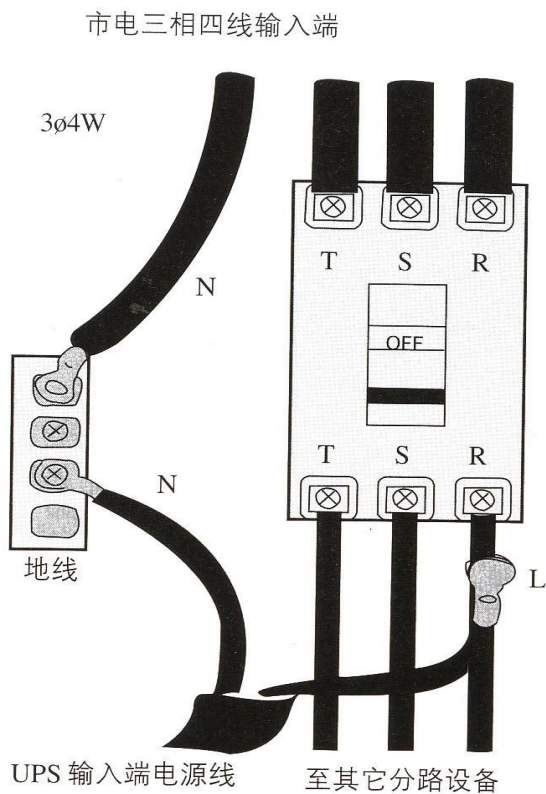

图 3.4
14. 接线至配电盘时. 请避免和其它设备共用开关, 尽量接到市电源头处, 如图 3.4。